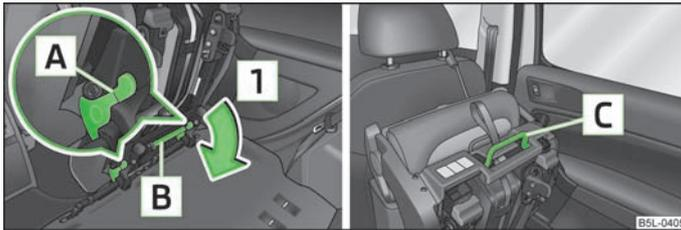

Fig. 51 Déverrouillage du siège rabattu vers l'avant/poignées de transport sur l'assise
- Déverrouillez le siège rabattu en appuyant sur les verrous du siège **A** dans le sens de la flèche **1** » fig. 51.
- Rabattez le siège extérieur vers l'avant » page 69 et verrouillez-le » fig. 51.